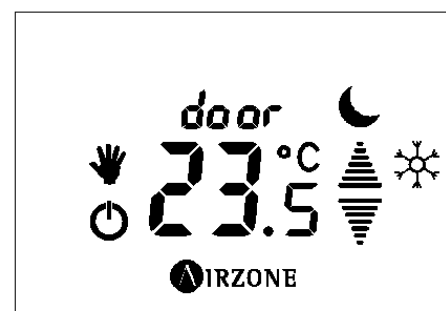

Fig. 17
**Nota:** Cuando abrimos el contacto de una zona, se cierran los elementos controlados en esa zona y el termostato indica con un mensaje la apertura de esta entrada. (Fig. 17).